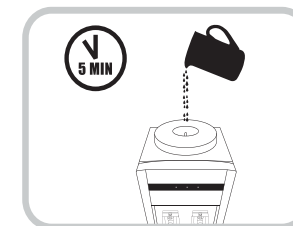

Fig.1
2. Llene el tanque de agua con agua de grifo hasta que esté lleno. Permita que el agua se asiente en los tanques de agua caliente y fría por lo menos 5 minutos. (Fig. 1)